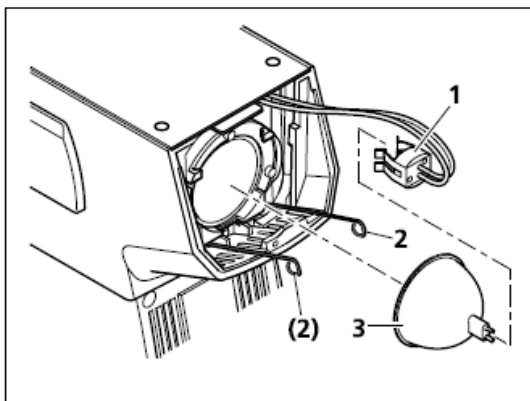

图. 3-21 取出 12V 50W 卤素灯泡
- I 拔下灯泡(图 3-21/3)上的连接线(图 3-21/1)
- I 将夹在灯泡上的弹簧夹(图 3-21/2)向下掰开
- I 取下要更换的灯泡(图 3-21/3)